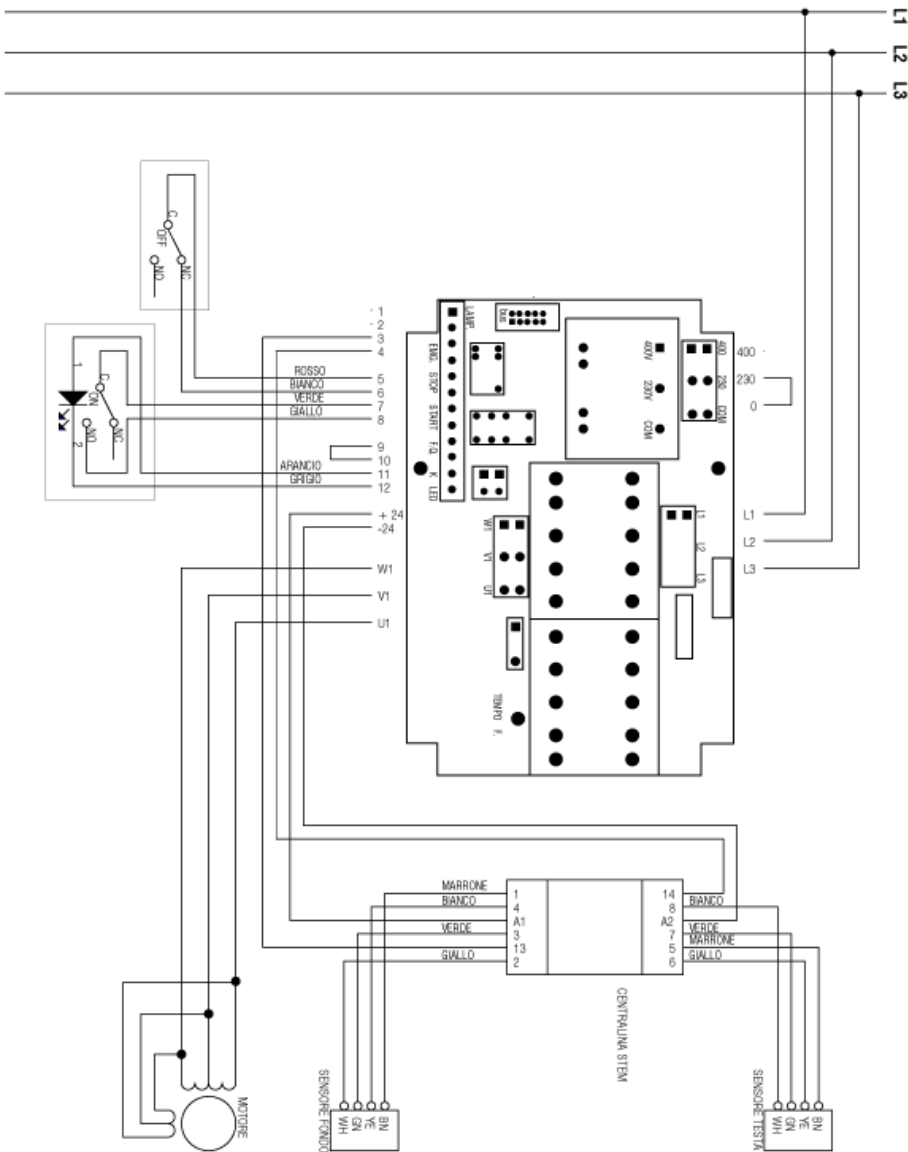

Fig. 2.6.3
2.6.3 - Schema elettrico 230V trifase (fig. 2.6.3)